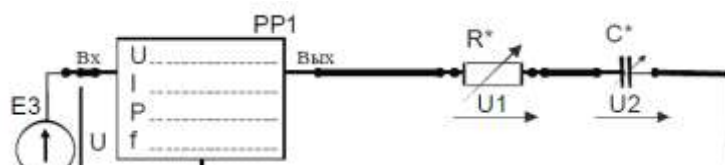

Рисунок 1
2. Собрать электрическую цепь с последовательным соединением резистора  $R^*$  и конденсатора  $C^*$  (рис. 1), используя элементы цепи в соответствии с заданным вариантом (табл. 1). В качестве резистора  $R^*$  использовать перестраиваемый резистор R10 в соответствующей позиции переключателя. У цифровых амперметров установить режим измерения переменного тока. Предъявить схему для проверки преподавателю.